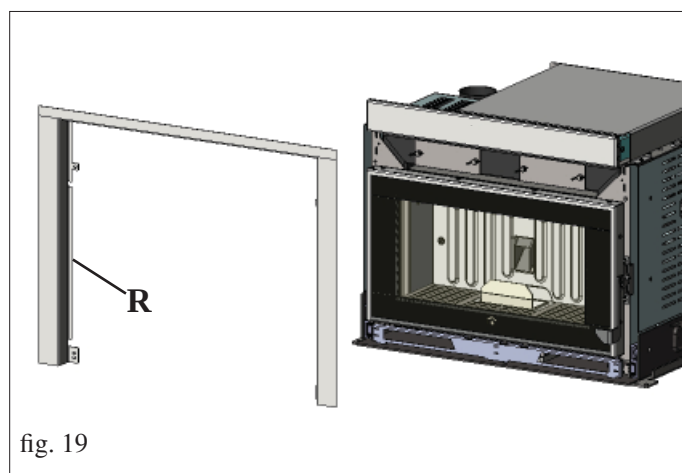

fig. 19
- Monter le nouveau cadre de contour bouche (**R** - fig. 19 - 20), fourni avec le tiroir pour le chargement des granulés.